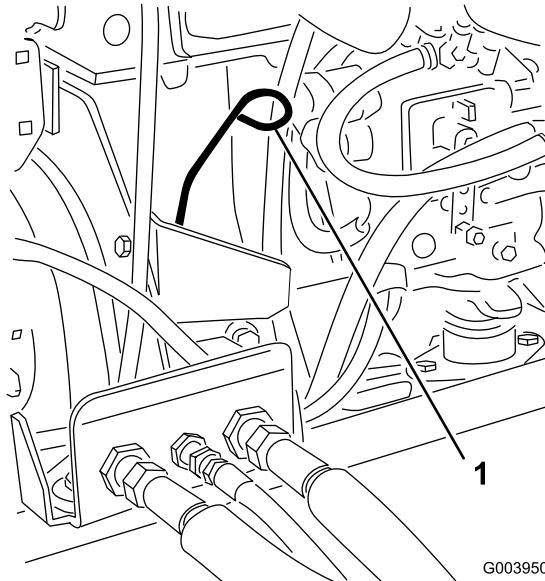

図 32
- ディップスティックを取り、付いているオイルをウェスで拭きとつてもう一度差し込む(図 32)。